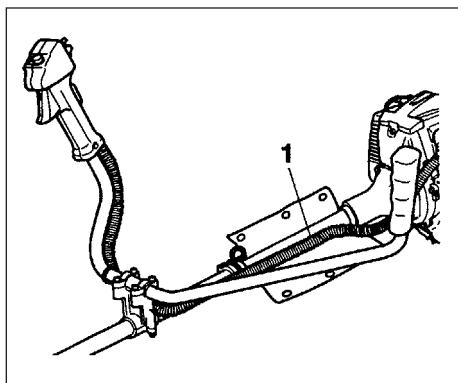

Fig.1-3B
Tag hoftepuden af kroen og vikl den om de rørførte stopledninger og drosselledning (1). (Fig. 1-3B)